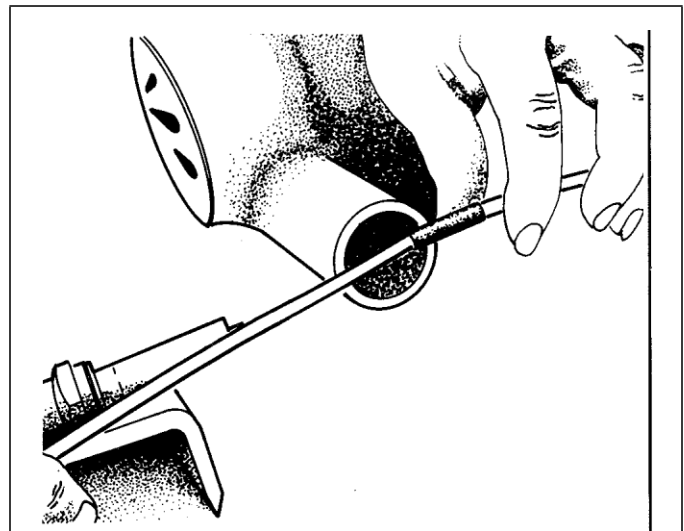

Figura 15-66 Posición del tubo de Termo Encogimiento
6. Coloque el tubo plástico de termo encogimiento en el empalme. Ver Figura 15-66.